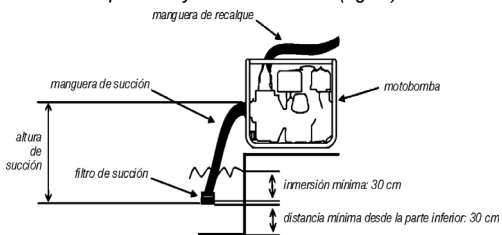

Fig. 2 – Succión, recalque y elevación total
- a. Para una mejor performance de la moto bomba, la misma debe estar lo más cercana posible del nivel del agua que se desea retirar. Cuanto menor la altura de succión (fig. 2), mayor será el flujo de la moto bomba.
30 cm para evitar la succión de aire y mantenido como mínimo a 30 cm del fondo, evitando la succión de piedras y otros residuos (fig. 2).